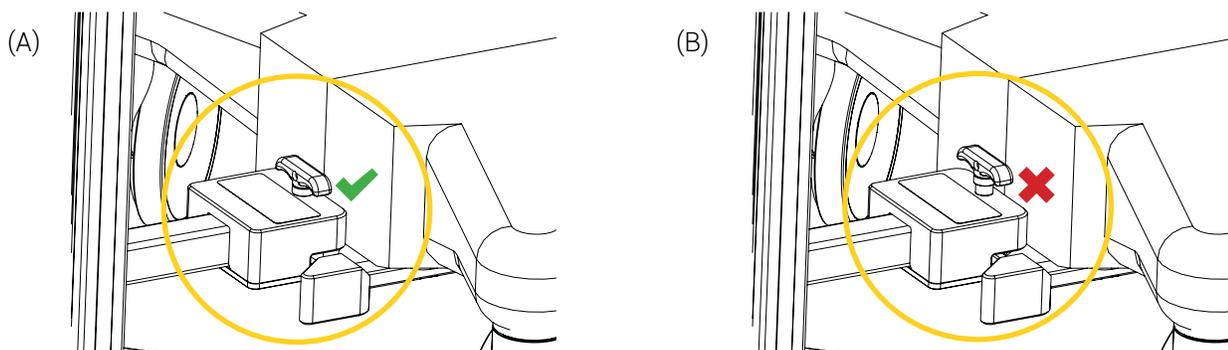

Figure 8 : Chariot néonatal THS installé sur l'incubateur Babyleo TN500
- S'assurer que le couplage entre le bras rabattable du chariot de transport et le dispositif d'accouplement THS sous l'incubateur Babyleo TN500 soit sécurisé (Figure 8).